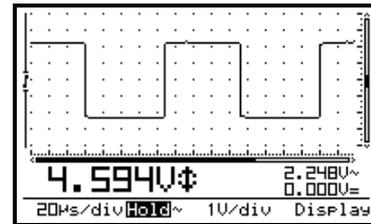

Fig 11
- **Grelha de pontos:** divide o ecrã em pontos de referência. (Fig. 11)